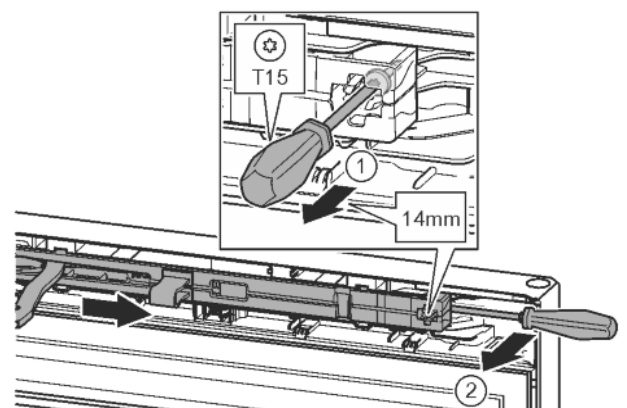

Fig. 14
- Atskrūvēji durvju amortizatora mezgla skrūvi ar skrūvgriezi T15 apm. 14 mm. Fig. 14 (1)
- Ievietojiet skrūvgriezi no roktura puses aiz durvju amortizatora mezgla un pagrieziet uz priekšu. Fig. 14 (2)
- Izvelciet durvju amortizatora mezglu. Fig. 14 (3)